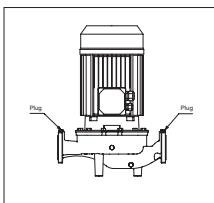

FIG 4 : Bouchons nécessaires pour vérifier le remplissage des pompes
- a) Retirer le bouchon/capuchon hexagonal situé sur le dessus du corps de pompe (FIG 4) ;